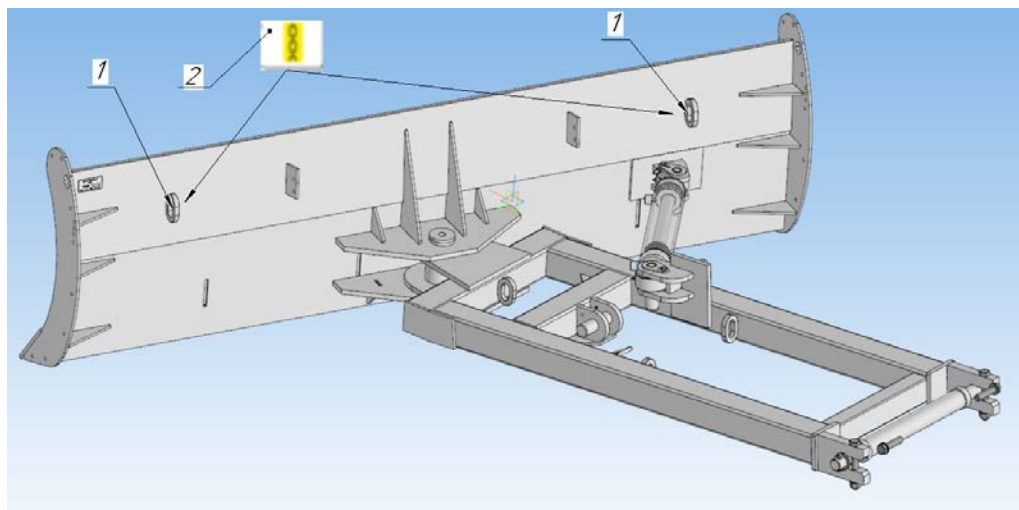

Рисунок 6 – Расположение транспортных захватов
При загрузке на транспортное средство подсоединение отвала к подъёмным устройствам осуществляется в предназначенных специально для этого местах, т.е. за проушины на корпусе отвала (1) (рисунок 6). Места транспортных захватов обозначены соответствующими информационными наклейками (2) (рисунок 6). Во время подъёма отвала необходимо соблюдать особые меры предосторожности, не допускать перекоса и избегать получения травм от выступающих элементов отвала. С целью удержания отвала в нужном положении рекомендуется использовать дополнительную оттяжку. В ходе погрузочно-разгрузочных работ необходимо следить за тем, чтобы не повредить лакокрасочное покрытие отвала.